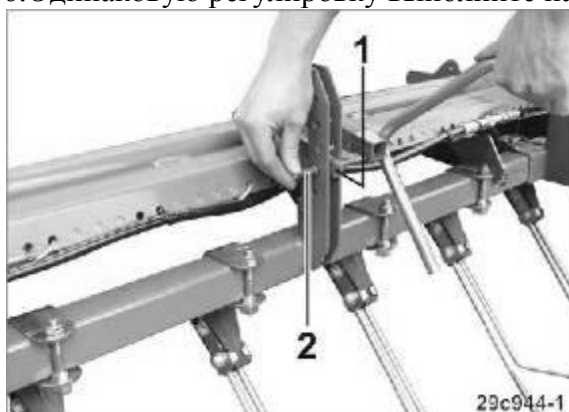

Рис.84
2. Рычаг (Рис. 84/1) затяните рукояткой для установки нормы высева.
3. Палец (Рис. 84/2) вставьте в отверстие под рычагом.